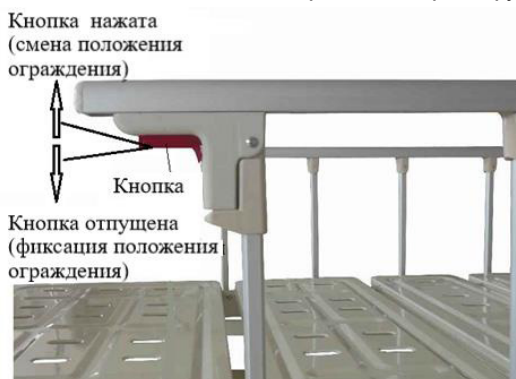

Рис. 4. Установка положения ограждения
- 4.5. Кровать с боковых сторон оснащена складывающимися ограждениями. Положения (рабочее и сложенное) фиксируются кнопкой, расположенной на конце верхней планки ограждения. Перевод ограждения из одного положения в другое, осуществляется нажатием кнопки. После освобождения кнопки положение ограждения фиксируется (см. Рис.4).